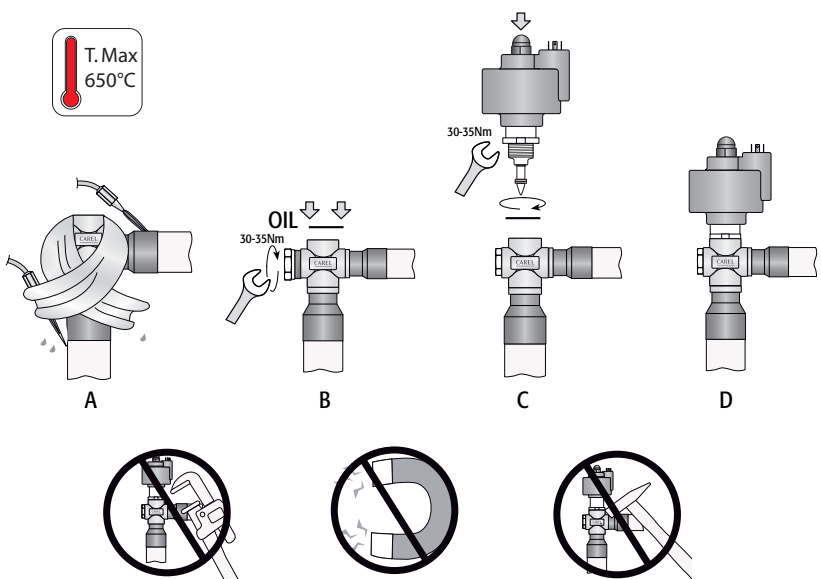

Fig.2
Le valvole E4V devono essere saldate al circuito mediante brasatura dei raccordi in rame ai tubi di uscita condensatore (IN) e di ingresso evaporatore (OUT). Seguire la successione indicata in Fig. 2 procedendo in questo modo:
2. Avvolgere uno straccio bagnato sul corpo della valvola e procedere alla saldatura senza surriscaldarla orientando la fiamma verso l'estremità dei raccordi come da fig. 2 A (per una migliore brasatura senza alterare la tenuta della zona di saldatura tra corpo e raccordi utilizzare lega con temperatura di fusione inferiore a 650 °C o con tenore di argento superiore del 25 %).
3. A valvola fredda, avvitare sul corpo valvola la spia di flusso all'interno dell'apposito alloggiamento filettato (in linea con il raccordo trasversale) con una chiave esagonale da 27 mm verificando la presenza dell'O-ring (OR2081 - diametro interno 20,35 mm - spessore 1,78 mm - materiale: Neoprene) che ne garantisce la tenuta ermetica. Serrare la spia fino al raggiungimento del fine corsa meccanico del filetto (Fig. 2 B), con una coppia di 30-35 Nm. **Attenzione!** Per garantire una migliore tenuta dell' assieme è consigliato l'utilizzo di O Ring in Neoprene (materiali diversi possono compromettere il corretto utilizzo dell' assieme) lubrificati con uno strato sottile di olio compatibile.
4. Utilizzare l'O-ring (OR3112 - diametro interno 28,25 mm - spessore 2,62 mm - materiale: Neoprene) presente nella confezione per poi inserirlo nell'apposita cava schiacciandolo con la pressione del dito. Verificare la corretta posizione dello stesso testandone l'adesione uniforme sul fondo della sede di tenuta (Fig. 2 B).
5. Avvitare nel corpo valvola la cartuccia in acciaio sull'apposito alloggiamento filettato con una chiave esagonale da 34 mm verificando la presenza dell'O-ring sulla cava il quale garantisce la tenuta ermetica. Serrare la cartuccia portando la ghiera in battuta sul corpo valvola, con una coppia di serraggio suggerita di 30-35 Nm (Fig. 2 C). **Attenzione!** Nel caso in cui lo stelo filettato fuoriuscisse completamente dalla sede di lavoro della cartuccia procedere secondo la seguente operazione:
6. Controllare che lo stator rosso sia inserito fino a fondo corsa della cartuccia avvitando il dado nero portandolo in completa battuta fino a deformare la corona circolare in gomma dello stator (coppia di serraggio 0,8 Nm). (Fig. 2 D)
2. Wrap a wet rag around the body of the valve and weld the fittings, without overheating the valve, aiming the flame at the end of the fittings as shown in Fig. 2 A (for better braze welding without affecting the seal of the weld between the body and the fittings, use alloys with a melting temperature of less than 650 °C or with a silver content higher than 25 %);
3. When the valve has cooled down, tighten the flow sight glass to the special threaded socket in the valve body (in line with the cross fitting) using a 27 mm Allen key, making sure the O-ring is fitted (OR2081 -inside diameter 20.35 mm - thickness 1.78 mm - material: Neoprene) to ensure hermetic tightness. Tighten the sight glass to the end of the thread (Fig. 2 B), with 30-35 Nm torque. **Warning!** To ensure better tightness of the assembly, use the Neoprene O-ring (other materials may affect the correct operation of the assembly) lubricated with a thin layer of compatible oil.
4. Insert the O-ring (OR3112 -inside diameter 28.25mm - thickness 2.62 mm - material: Neoprene) included in the packaging into the corresponding opening, pressing it in by finger. Check the correct position of the O-ring by making sure there is uniform adhesion on the bottom of the seal seat (Fig. 2 B);
5. Tighten the steel cartridge to the special threaded socket in the valve body using a 34 mm Hex key, making sure the O-ring is fitted to ensure hermetic tightness. Tighten the cartridge by pressing the ring against the valve body with a recommended torque of 30-35 Nm (Fig. 2 C). **Warning!** If the threaded rod comes completely out of the cartridge, proceed as follows:
6. Make sure that the red stator is fully inserted on the cartridge with the black nut screwed on tightly until deforming the rubber ring on the stator (tightening torque 0.8 Nm). (Fig. 2 D)